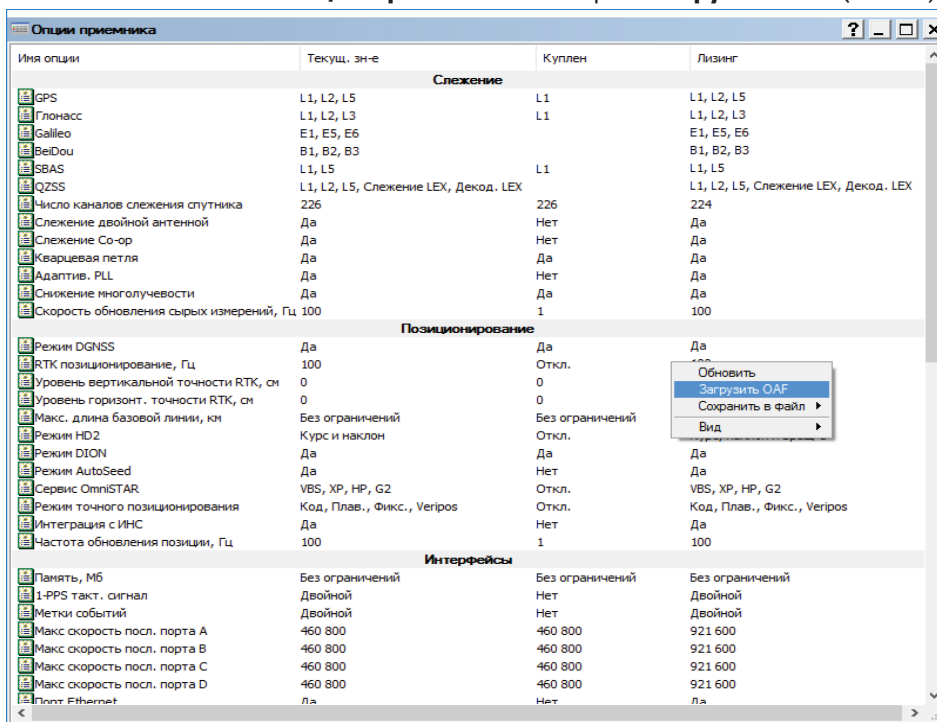

Рис. 19: Выбор команды Загрузить OAF
2. Правой кнопкой "мыши" нажмите в окне **Опции приёмника** и выберите **Загрузить OAF** (Рис. 19).